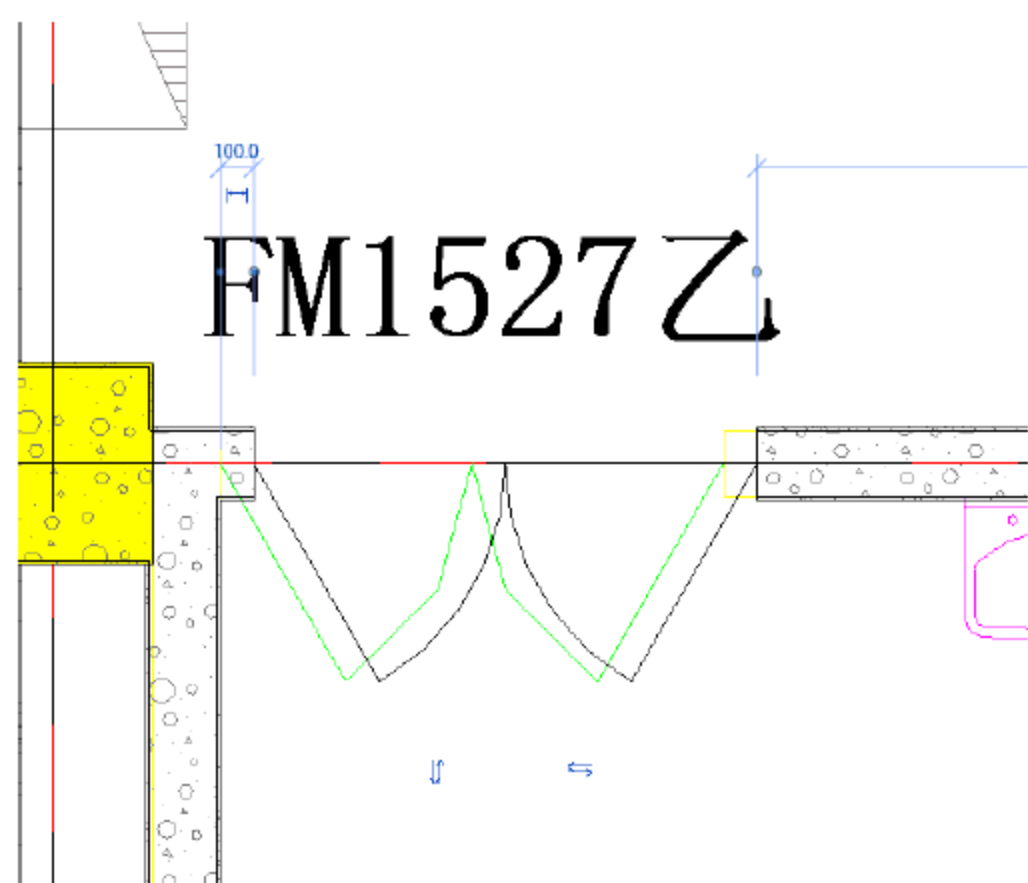
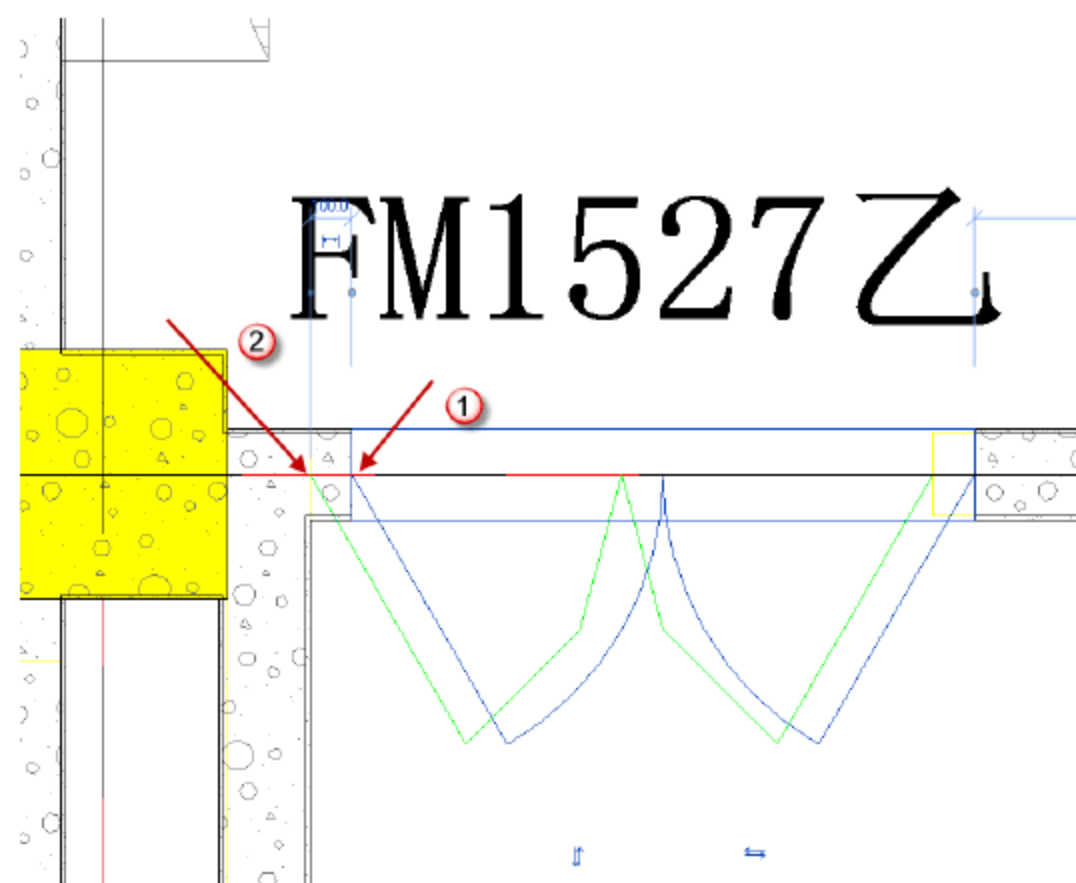
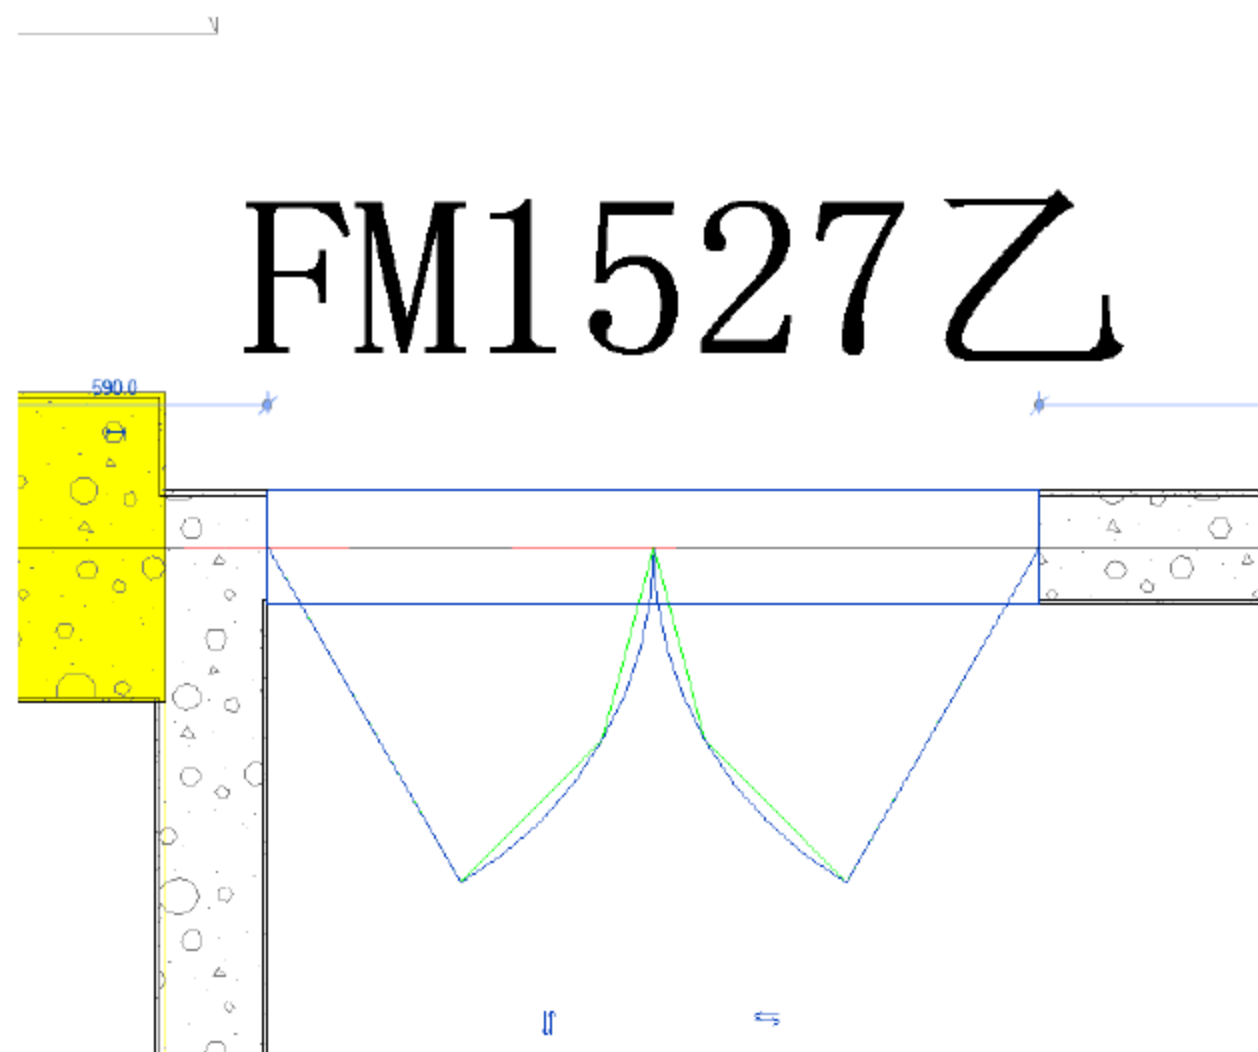

图 10.4.10 插入“FM1527 乙”门族
图 10.4.11 移动“FM1527 乙”族
图 10.4.12 完成“FM1527 乙”门族的插入
(4) 插入“FM1527 乙”门族。选择“建筑”→“门”命令（或者按快捷键 D+R），在相应的地方插入族，如图 10.4.10 所示。移动“FM1527 乙”族，先选择已经插入的门族，按快捷键 M+V，移动“FM1527 乙”，将“1”点移动到“2”点对齐，如图 10.4.11 所示。移动完成的图如图 10.4.12 所示。然后插入其他的“FM1527 乙”族。可以按上述步骤直接插入，也可以按 Esc 键退出门的绘制，然后进行复制插入，选中刚才插入的门族，按快捷